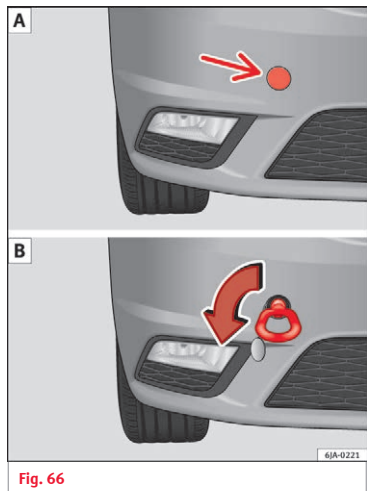

Fig. 66
- Skru det forreste slæbeøjle ind i gevindet »» Fig. 66, og spænd det fast med hjuløglen.